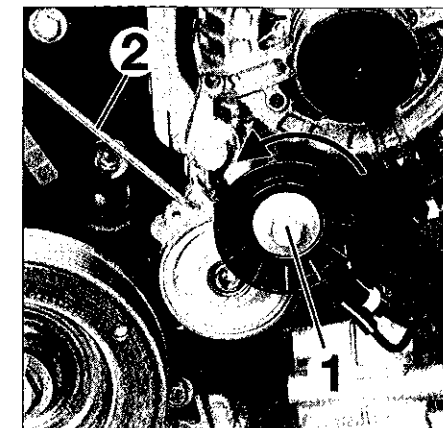

FIG.19
- Tourner le galet tendeur (1) dans le sens inverse horaire (Fig.19).
- Poser une goupille (2) de 5 mm dans l'orifice du galet tendeur.